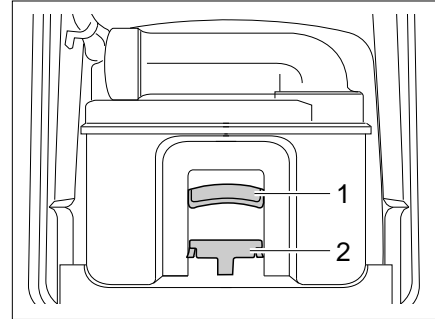

Bild 164 Thetford-Kassette
- Entriegelung (Bild 164,1) betätigen und Toiletten-Kassette am Griff (Bild 164,2) herausziehen.